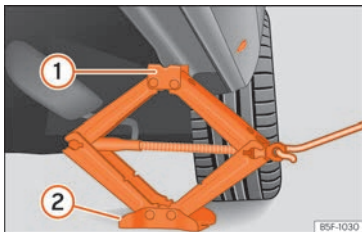

Fig. 46 Larguero: colocación del gato del vehículo.
- Gire la manivela del gato, situado bajo el punto de apoyo del larguero, para elevarlo hasta que la pestaña ① »» » fig. 46 quede situada bajo el alojamiento previsto.
- Alinee el gato de modo que la pestaña ① “agarre” en el alojamiento previsto del larguero y la placa base móvil ② quede apoyada en el suelo. La placa base ② debe caer en la vertical respecto al punto de apoyo ①.